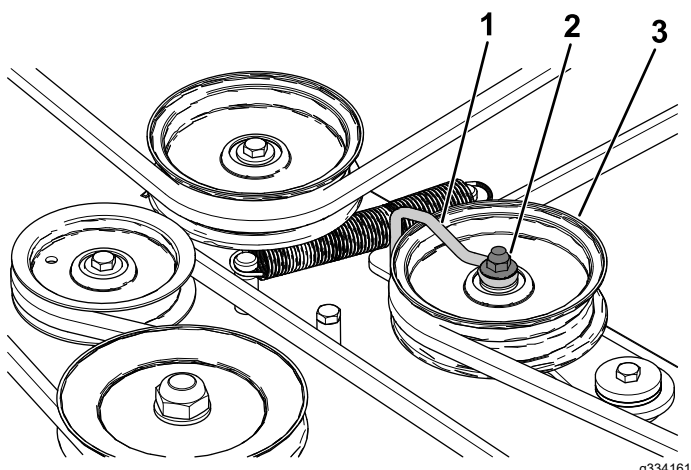

Figure 61
6. Desserrez l'écrou qui fixe le fil métallique à la poulie de tension (Figure 61).
10. Resserrez l'écrou qui fixe le fil métallique à la poulie de tension (Figure 61).
Remarque: Placez le fil métallique contre le bras de la poulie de tension, comme montré à la Figure 61.